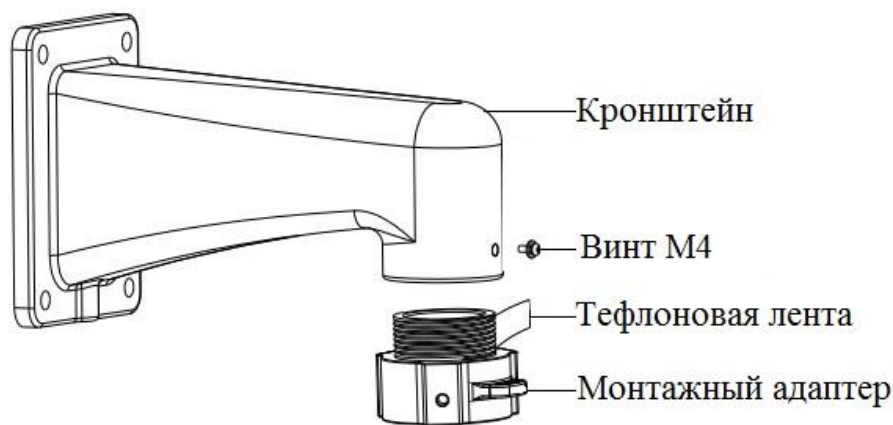

Рисунок 7.2
7.4 Установите монтажный адаптер на кронштейн. Резьбовую часть монтажного адаптера оберните тефлоновой лентой и вкрутите его в кронштейн для настенного крепления. Для надежного скрепления кронштейна и монтажного адаптера используйте винт М4 (рис. 7.2).